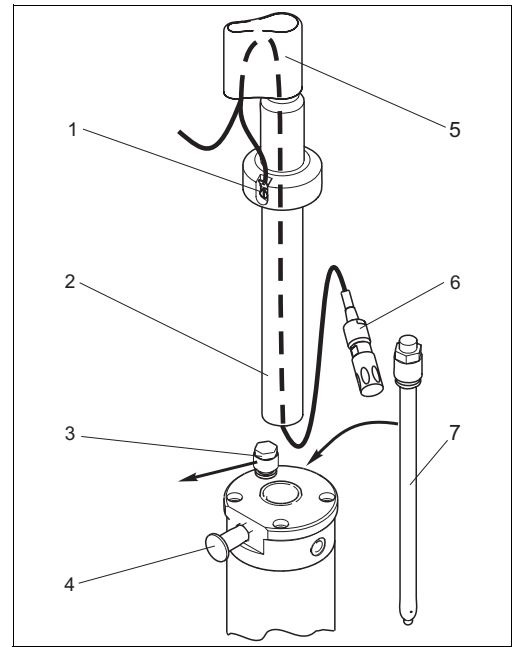

Fig. 19: Installazione del sensore
1. Togliere il cappuccio di protezione contro gli spruzzi (fig. 19, pos. 5) dall'armatura.
2. Allentare quindi il tubo retrattile (pos. 2) girandolo in senso antiorario.
3. Installare il sensore (pos. 7) al posto del dado cieco (pos. 3):
4. Inserire il cavo di misura attraverso il tubo retrattile (pos. 2):